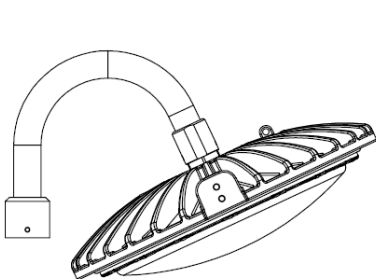

Figure 4
- ☞ 導管の雌ネジを 1.0N-m にて回転止めネジで固定します。(Figures 4 and 5)。
- ☞ Tighten tube locking setscrew to conduit, 1.0 N-m. (Figures 4 and 5).